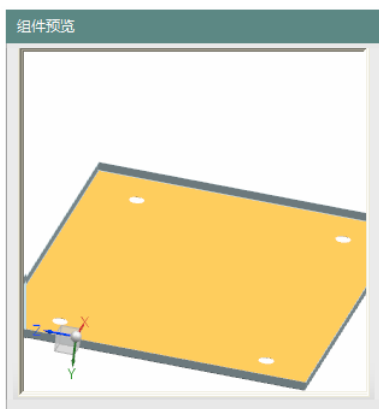
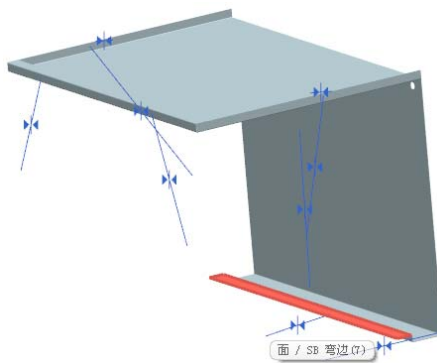

图 11-268 选择相配部件
图 11-269 选择基础部件
(4) 在视图区选择相配部件和基础部件，如图 11-268 和图 11-269 所示所示。